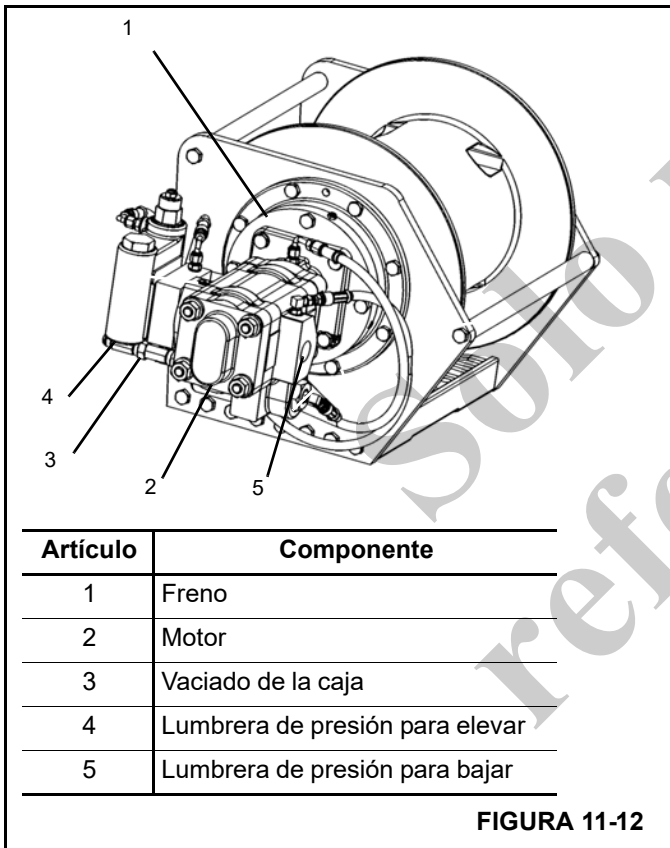

FIGURA 11-12
**NOTA:** Vea la Figura 11-12 para la identificación de artículos.